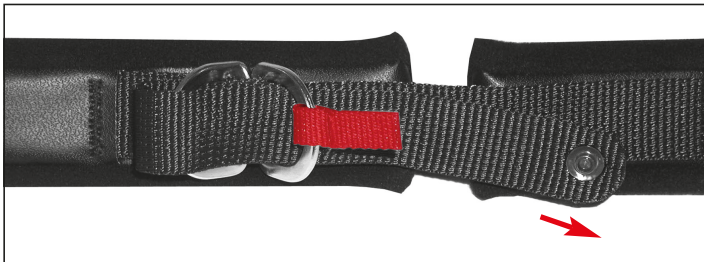

Fig. 1
Dette festesystemet, som fungerer effektivt bare når stroppen er korrekt innsatt i ringene som er vist i Fig. 1, blir solgt preliminært fest og er konstruert slik at operasjonene for å lukke og åpne hjelmen er begrenset til et minimum og med enkle håndgrep for å stramme/ eller slakke stroppen.
- Trekk i enden av stroppen (se Fig. 1) til du kjenner at stroppen er trykket mot kinnbenet ditt.
Detta låsningssystem som endast fungerar när remmen är korrekt trädd genom ringarna, på det sätt som visas i Fig. 1, levereras delvis stängt och är gjort på ett sådant sätt att stängning och öppning görs genom att man endast justerar remmens spänning.
- Dra i ändstoppet på remmen (se Fig. 1) tills Du känner att remmen vilar mot hakan.
Dette fastspændingssystem, som udelukkende er effektivt, hvis remmen er korrekt indført i ringene som vist i Fig. 1, leveres således spændt på forhånd og er konstrueret så lukning og åbning nemt udføres ved hjælp af justering af remmens stramning.
- Træk i enden af remmen (se Fig. 1), indtil du mærker remmen stramme mod kæben.